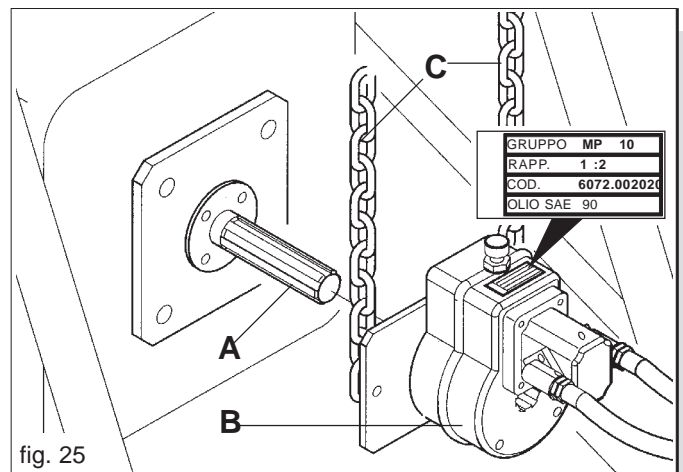

fig. 25
Bei abgeschaltetem Motor und stabil gebremstem Schlepper alle Schnellkupplungen einstecken. Die Zapfwelle des Schleppers (A Abb. 25) säubern und mit Fett schmieren. Das Getriebe (B) wie in Abb. 25 gezeigt auf die Zapfwelle des Anbaugeräts aufstecken. Den festen Sitz des Getriebes überprüfen, dann ein Mitdrehen des Getriebes durch Anhängen der beiliegenden Haltekette (C Abb. 25) verhindern. **Den Ölstand des Getriebes kontrollieren, bei Bedarf Getriebeöl (ESSO SAE W80-90) nachfüllen.**